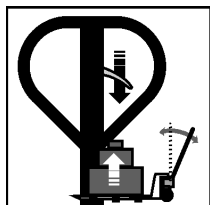

Fig. 7 – Elevando la carga
- a. Coloque la palanca hacia abajo y mueva el cable para elevar la carga, de acuerdo con la fig. 7;